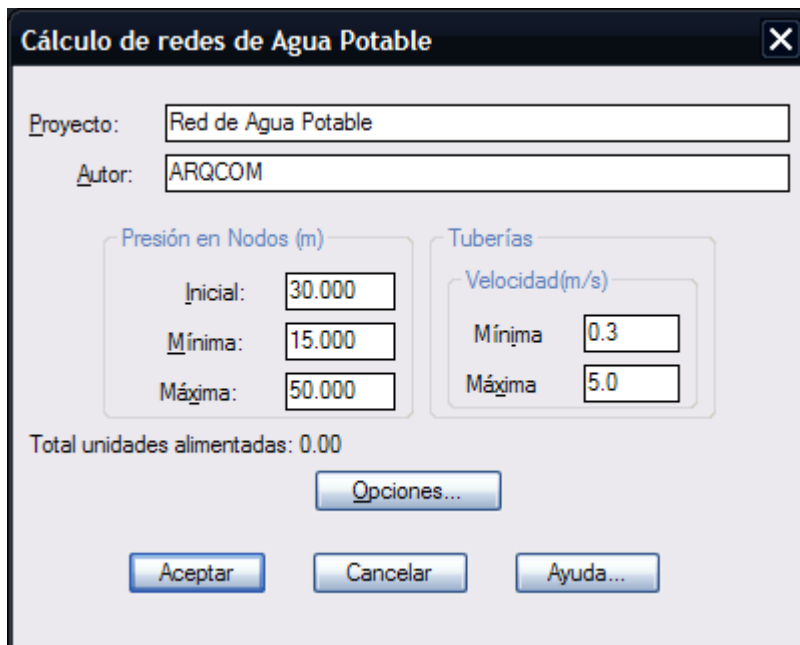

Fig. 7: Caja de diálogo para calcular redes hidráulicas
7. Active la rutina para calcular circuitos (**CivilCAD > Módulos > Redes de agua potable > Circuitos > Calcular**). Acepte los parámetros iniciales propuestos de presión y velocidad mínima y máxima (Fig. 7). Deberá aparecer luego la tabla de cálculo con los resultados finales (Fig. 8). Puede utilizar las guías para desplazamiento vertical y horizontal para observar los resultados. Los números que aparecen con letra roja son los que no cumplen con los parámetros de presión o velocidad mínima y máxima indicados en la caja de diálogo inicial. En un caso real puede modificar diámetro y material de tuberías, presión inicial o la elevación en nodos con las rutinas correspondientes para que los valores de presión y velocidad se encuentren dentro del intervalo indicado.